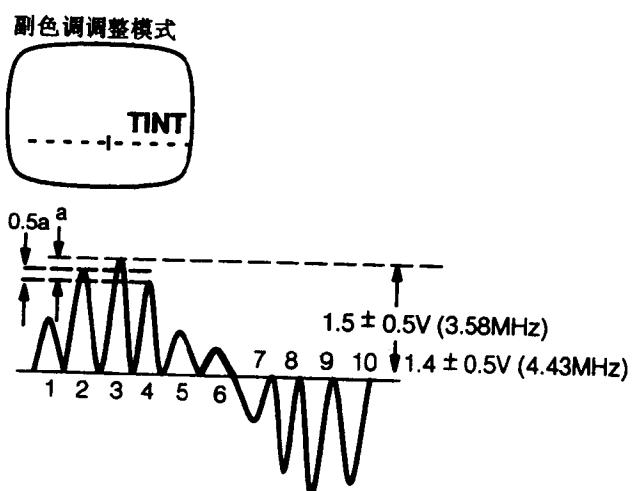

图 1.3.9
- ⑩把彩色控制量设到最大，确认彩色电位完全饱和。
- ⑪调整副色调，使波形的峰值电位与图 1.3.9 相似。
- ⑫按下遥控器上的正常钮，CHK 应从屏幕上消失。
- ⑬确认通过彩色控制钮把彩色调为最大时，彩色电位是最大值。